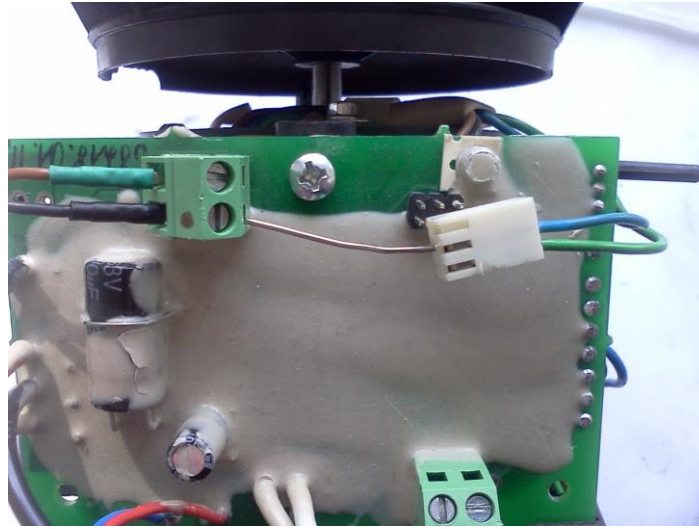

Abb.12 - Anschluss des Motorsteuersignals (PBM) zum Testen
- 2) Leistungsfähigkeit des LG überprüfen. Dazu schließen Sie kurzzeitig den Kontakt der blauen Leitung (weißer Stecker, PBM) mit dem Kontakt der schwarzen Leitung mittels Brücke, dünnes Drahts oder Leitung (Abb. 12). In diesem Fall muss zur Heizung Strom geliefert werden, aber die sollte nicht eingeschaltet sein. Wenn der Ventilator zu laufen anfängt, ist das LG störungslos.
- 3) Das LG auf das Fehlen von "toten Punkten" überprüfen. Prüfen Sie dazu, ob das LG von allen Positionen aus startet, die Position des Ventilators ändernd und den Kontakt der blauen Leitung mit der schwarzen schließend (Abb. 12). Wenn es "tote Punkte" gibt, ist das LG fehlerhaft.
- 4) Überprüfen Sie, ob der Geschwindigkeitsmesskanal funktioniert. Schließen Sie dazu die Kontakte der blauen und schwarzen Leitung (Abb. 12) und messen Sie die Impulsfrequenz auf der grünen Leitung mit digitalem Tester. Während das LG an Dynamik gewinnt, sollte die Impulsfrequenz zunehmen. Öffnen Sie den Kontakt. Das LG wird langsamer und die Impulsfrequenz beginnt zu sinken. Wenn eine dieser Bedingungen nicht erfüllt ist, ist das LG defekt.